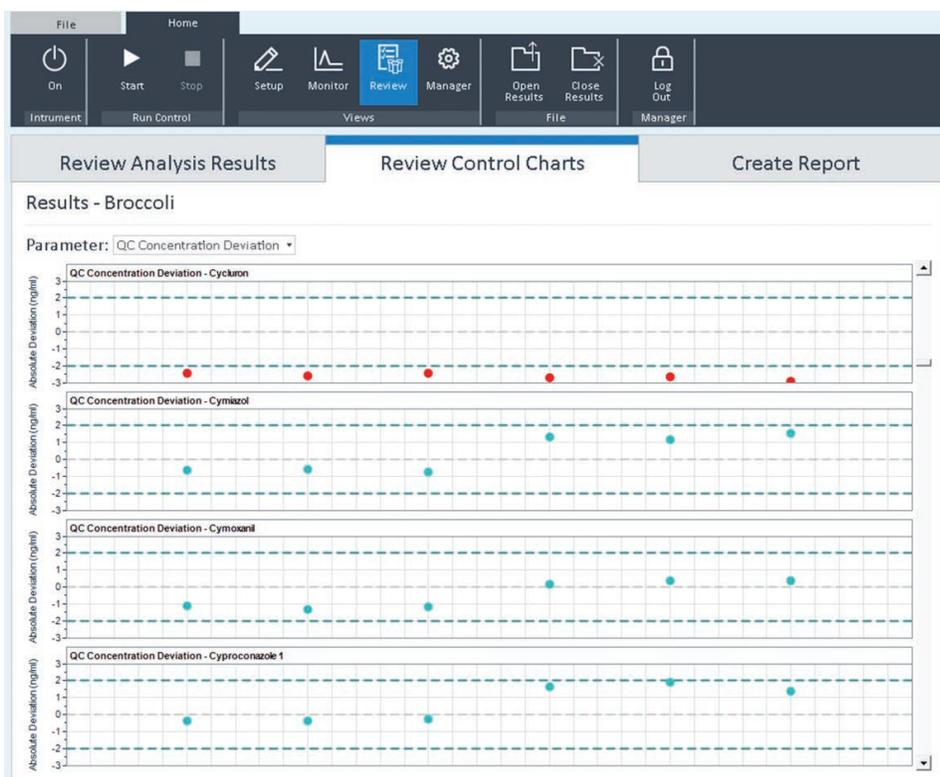

图 7. QC 样品中每种化合物的 QC 浓度偏差图。每个实心圆圈代表 QC 样品。蓝色圆圈是浓度在预定义限值内的 QC 样品，红色圆圈是浓度超出预定义限值的 QC 样品。虚线表示  $\pm 2$  ng/g 的预定义浓度偏差
此外，MassHunter Productivity App 提供了化合物 RT、质量控制 (QC) 浓度和不同样品内标 (ISTD) 响应的度量图，以便快速轻松地评估数据质量和仪器性能。图 7 显示了 QC 样品的度量图示例。